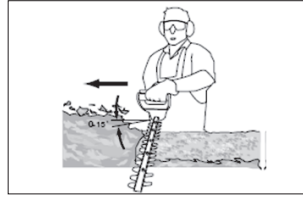

Fig.2
5. După tăierea părților se trece la partea superioară. Încercați să mențineți dispozitivul de tăiere înclinat la aproximativ 15° față de suprafața de tăiere (Fig. 2).